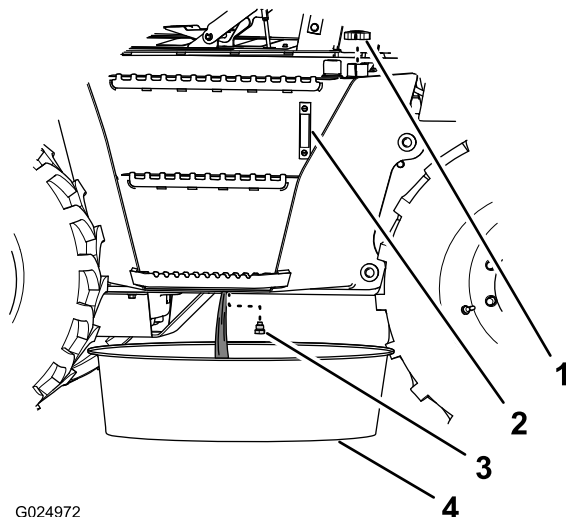

Рисунок 113
6. Установите сливной поддон с минимальной емкостью 190 л (50 кварты США) под пробку слива гидравлической жидкости из бака (Рисунок 113).
7. Снимите сливную пробку с бака гидросистемы (расположенную под баком) и слейте жидкость из бака (Рисунок 113).
9. Установите сливную пробку (Рисунок 113).